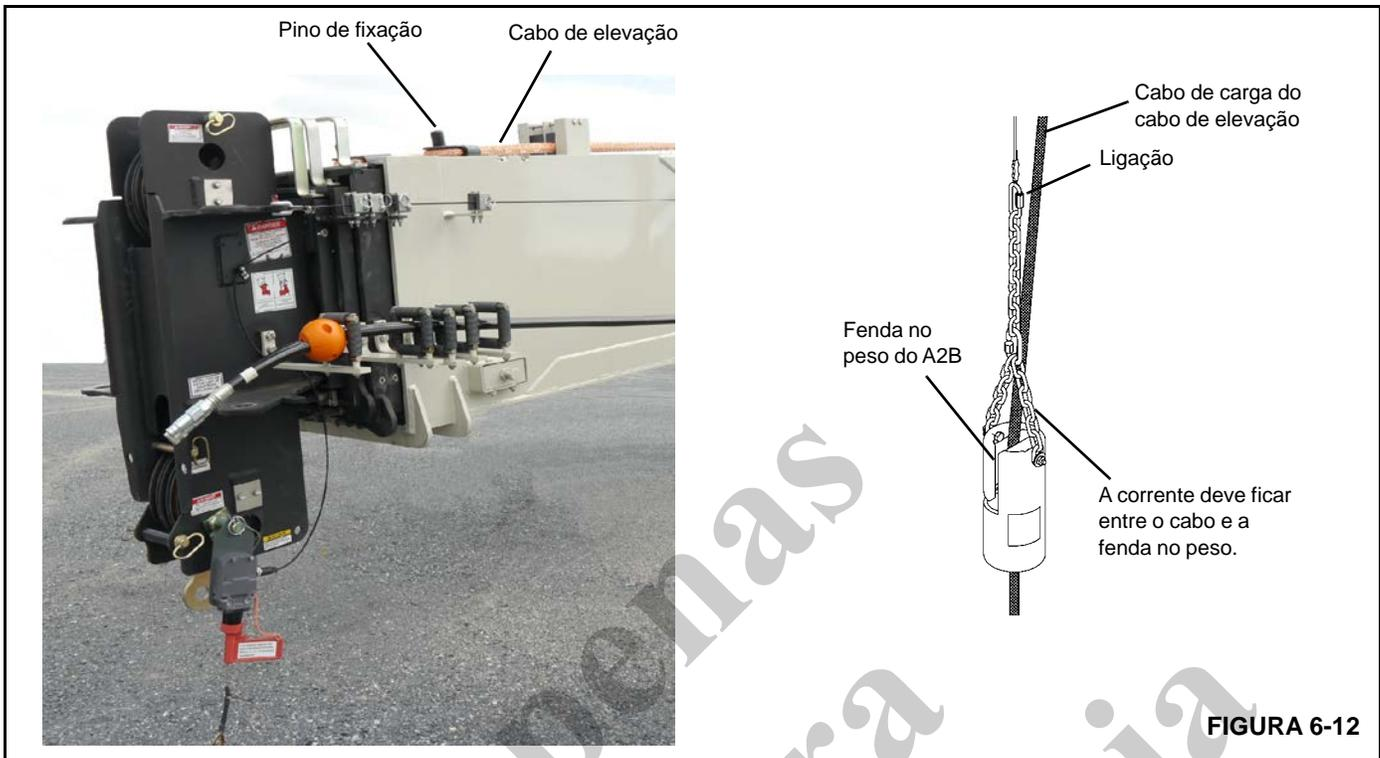

FIGURA 6-12
2. Remova o peso do dispositivo anticolisão do moitão (A2B) do cabo de carga (consulte a Figura 6-12).